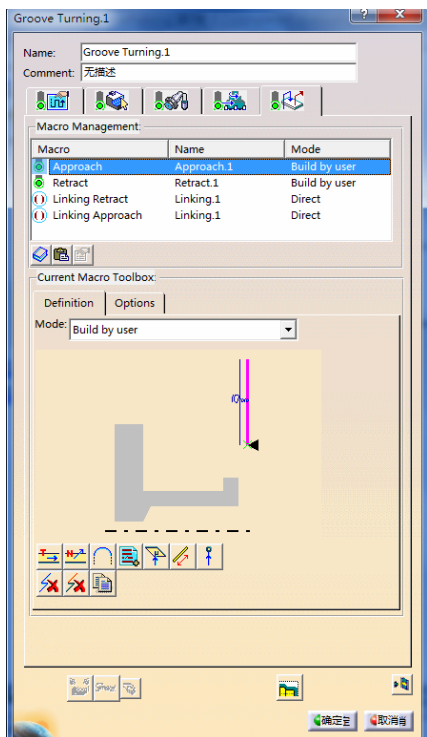

图 6-65 设置“Approach”参数(4)
- 在“Macro Management”区域的列表框中选择“Approach”，单击鼠标右键，在弹出的快捷菜单中选择 Activate 命令，在“mode”下拉列表中选择“Build by user”，然后单击 Remove all motion 按钮和 Add Horizontal motion 按钮，设置“Approach”参数（4）如图 6-65 所示。